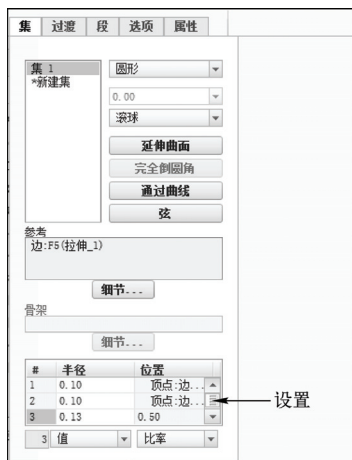

图 6-134 设置参数
STEP 05 依次添加 3 个半径，并设置参数，如图 6-134 所示。